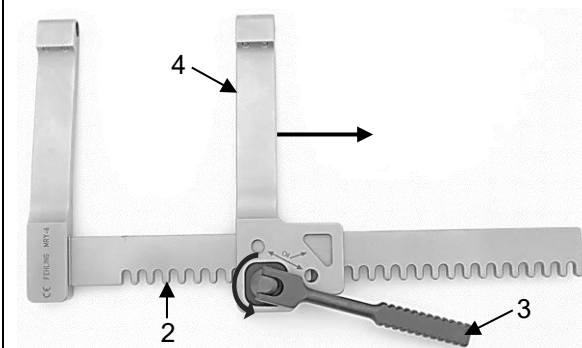

Fig. 18
Ruotando la leva di azionamento (3) in senso antiorario, spostare il braccio divaricatore mobile (4) lungo la cremagliera (2) verso l'esterno, fino a quando non può essere rimosso (Fig. 18).